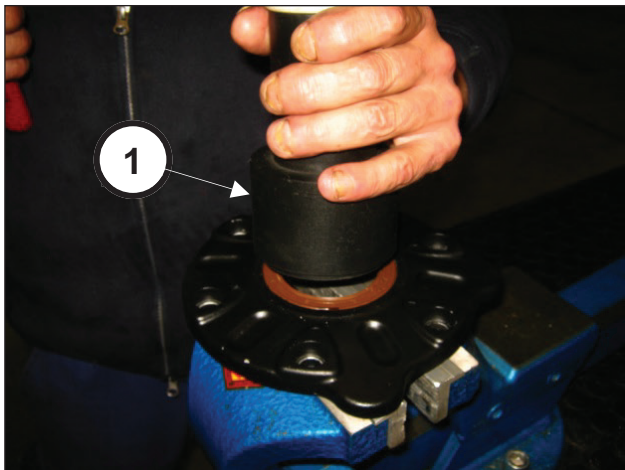

Рис. 77
Вставьте сальник в крышку ведущей шестерни с помощью инструмента арт. 27548200 (поз. ①, Рис. 77).